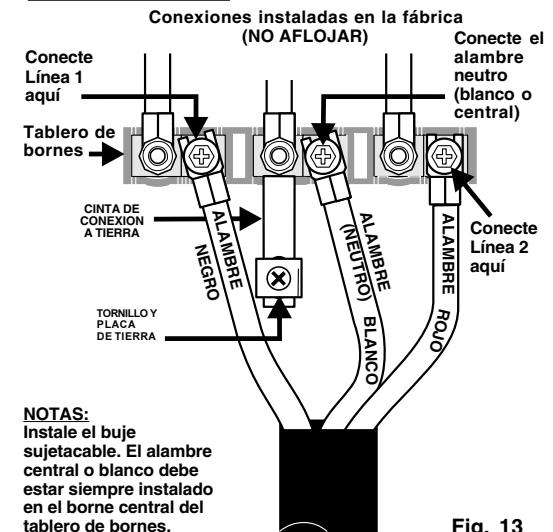

Fig. 13
**Instrucciones para conexión trifilar (para instalaciones existentes SOLAMENTE - Consulte la Fig. 13).**
Esta estufa tiene instalada una cinta de conexión a tierra que conecta el borne central del tablero de bornes (neutro) al chasis de la estufa. La cinta de conexión a tierra está conectada a la estufa mediante el tornillo central más inferior (Ver Fig. 13). La cinta de conexión de tierra **no debe retirarse a menos que el código nacional, estatal o local no permitan el uso de una cinta de conexión a tierra.** NOTA: Si por cualquier motivo se retira la cinta de conexión a tierra, se debe conectar un alambre de tierra separado al tornillo de tierra instalado en el chasis de la estufa y a una tierra adecuada.